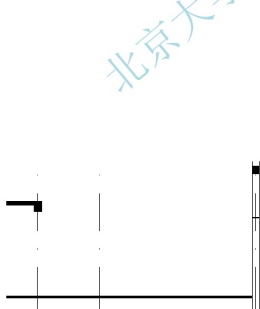

图 4.99 绘制 D 轴一层休息平台的窗洞口线
② 在指定下一点或[放弃(U)]: 提示下，将光标向右拖动并输入“240”，然后按 Enter 键。
③ 按 Enter 键结束【直线】命令，这样在距离地面高 2750mm 的地方绘制了一条 240mm 的水平线。
④ 启动【偏移】命令，将上面绘制的水平线依次向上偏移 1500mm(窗高)和 240mm(过梁高)，然后填充过梁，结果如图 4.99 所示。